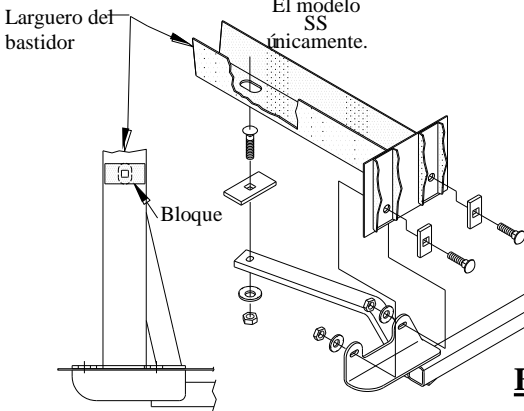

Figura 4
- Introduzca el perno de carruaje de 1/2" y bloque con alambre guía a través de la ranura grande en la base del larguero del bastidor como se muestra. Oriente el bloques como se muestra (Ver Figura 4). Una la arandela cónica y la tuerca como se muestra.